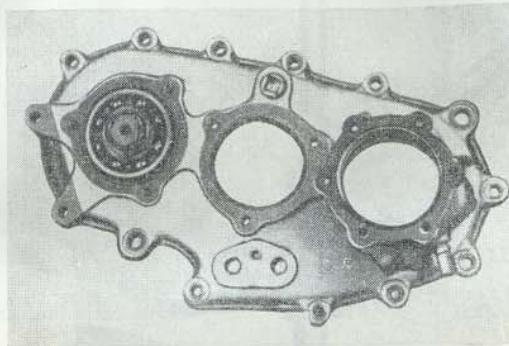

Рис. 132. Вал привода переднего моста, установленный в крышку картера
подшипника упорное кольцо и осадить вал до упора в кольцо (рис. 132).
2. Вставить собранный вал 10 (рис. 110) привода заднего моста в верхнее отверстие крышки картера (рис. 132, 133).